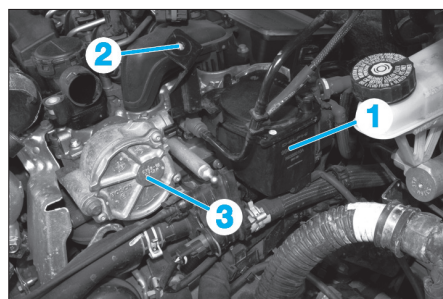

Fig. 68
- le filtre à carburant (1) et son support (2) (Fig.68),
- la pompe à vide (3) (voir chapitre "Freins"),